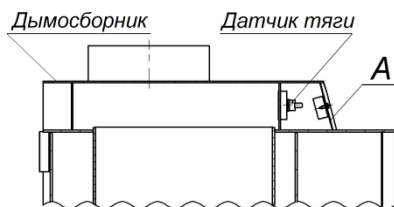

Рис. 4. Установка датчика тяги.
5.6. Датчик по перегреву (датчик тяги) устанавливается в переднем отсеке дымосборника (см. рис. 4), за панелью **А**. В процессе работы котла необходимо следить за тем, чтобы отверстия (прорезные буквы) в панели **А** оставались свободными, обеспечивая доступ воздуха в отсек.